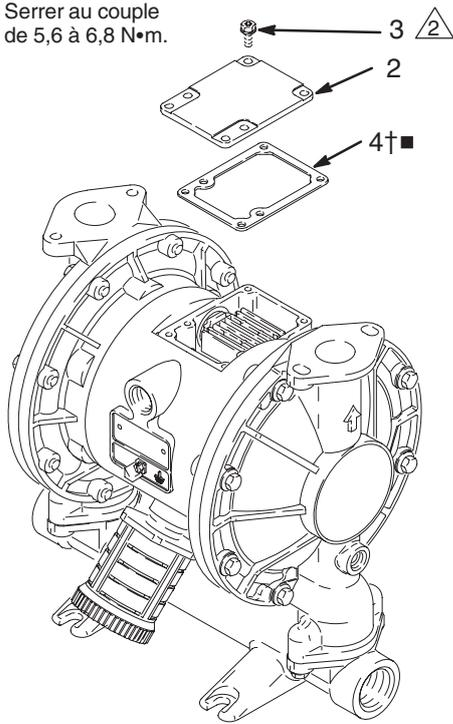
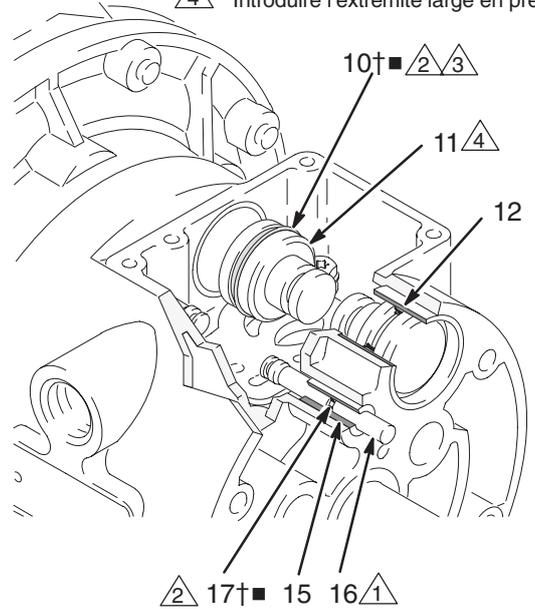

Fig. 8
Fig. 10
2. À l'aide du tournevis de type Torx (T20) ou de la clé à douille de 7 mm, enlever les six vis (3), le capot de la vanne d'air (2) et le joint (4). Voir Fig. 8.
3. Amener le tiroir du distributeur (5) en position centrale et le sortir de son logement. Sortir le bloc du tiroir de distribution (7†■) et le joint torique (6†■) hors du tiroir. À l'aide d'une pince à bords fins, sortir le bloc d'inversion (18) du logement en le retirant droit vers le haut.
4. Retirer les deux pistons activateurs (11) des paliers (12). Retirer les garnitures en forme de U (10) des pistons. Retirer les tiges d'inversion (16) des paliers (15). Retirer les joints toriques (17) des tiges d'inversion. Voir fig. 10.
6. Inspecter les paliers (12, 15) en place. Voir fig. 10. Les paliers sont coniques et, s'ils sont endommagés, ils doivent être sortis de l'extérieur, ce qui nécessite le démontage de la partie recevant le produit. Voir page 22.
4. Placer un joint torique (17†■) sur chaque tige d'inversion (16). Graisser les tiges et les joints toriques. Introduire les tiges dans les paliers (15) par l'extrémité **fine**. Voir fig. 10.
5. Placer une garniture en coupelle (10†■) sur chaque piston actionneur (11), de sorte que les lèvres des garnitures sont face vers l'extrémité **fine** des pistons. Voir fig. 10.
6. Lubrifier les garnitures en coupelle (10†■) et les pistons actionneurs (11). Introduire ces pistons dans les paliers (12) par l'extrémité **large**. Laisser sortir l'extrémité fine des pistons. Voir fig. 10.
10. Aligner le joint de la vanne (4†■) et le capot (2) sur les six trous du corps principal (1). Serrer les six vis (3) à l'aide d'un tournevis Torx (T20) ou d'une clé à douille de 7 mm. Serrer à 5,6–6,8 N.m. Voir fig. 8.